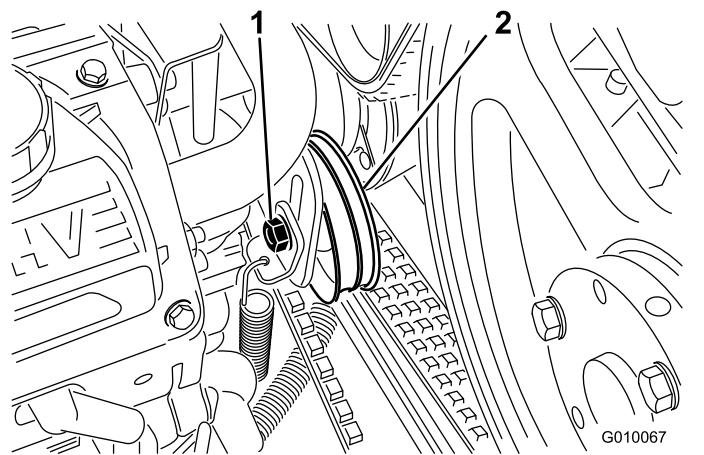

Figure 59
4. Desserrez le boulon de la poulie de tension de la courroie de la pompe juste assez pour lui permettre de bouger dans la fente de réglage (Figure 59).